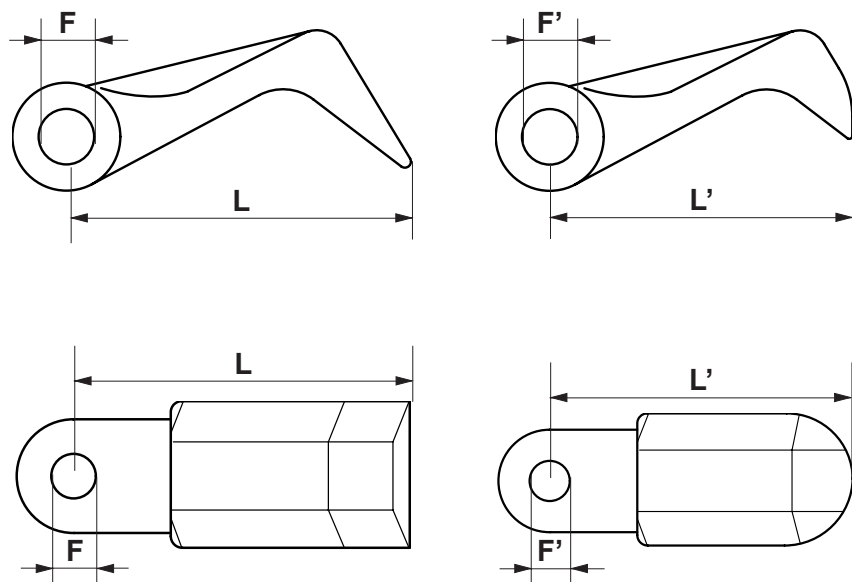

Fig. 21
- Diametern på hålet (F) får inte ha mer än max 2 mm slitage (Fig.21).
- Maximalt tillåtet längdsslitage (L) på knivarna 15mm (Fig.21).